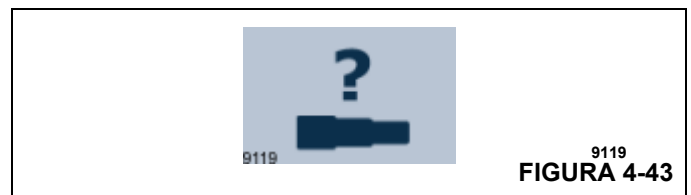

FIGURA 4-43
- Ingrese a la pantalla de solicitud de restablecimiento de telescopización en el módulo de pantalla del operador (ODM). La Figura 4-43 muestra el icono para esta pantalla.